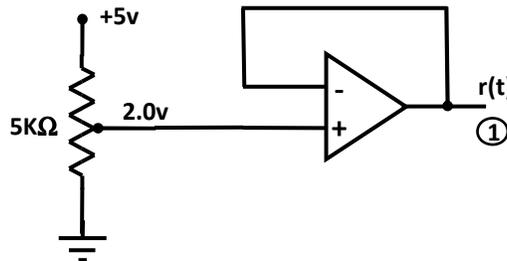

Figura 5.5.- Seguidor de voltaje usado para generar la referencia de velocidad.
Para implementar el controlador ON-OFF podemos observar en la ecuación (5.1) que lo define que se puede implementar con un simple restador para generar $e(t) = r(t) - v_s(t)$ seguido de un comparador con histéresis, los cuales se pueden implementar mediante amplificadores operacionales como se muestra en la figura 5.5
- 2) Para fijar el punto de operación cerca de la mitad del rango, colocar la referencia en $r(t)=2.0v$. Utilizar el circuito seguidor de voltaje mostrado en la figura 5.5.
- 4) Para obtener la respuesta al escalón, a continuación se deberá generar una señal cuadrada de niveles TTL (0 y 5 volts) mediante el generador de señales con una frecuencia de aproximadamente 1 Hz y con ella alimentar el potenciómetro de la figura 5.5. y se cerrará el lazo de retroalimentación